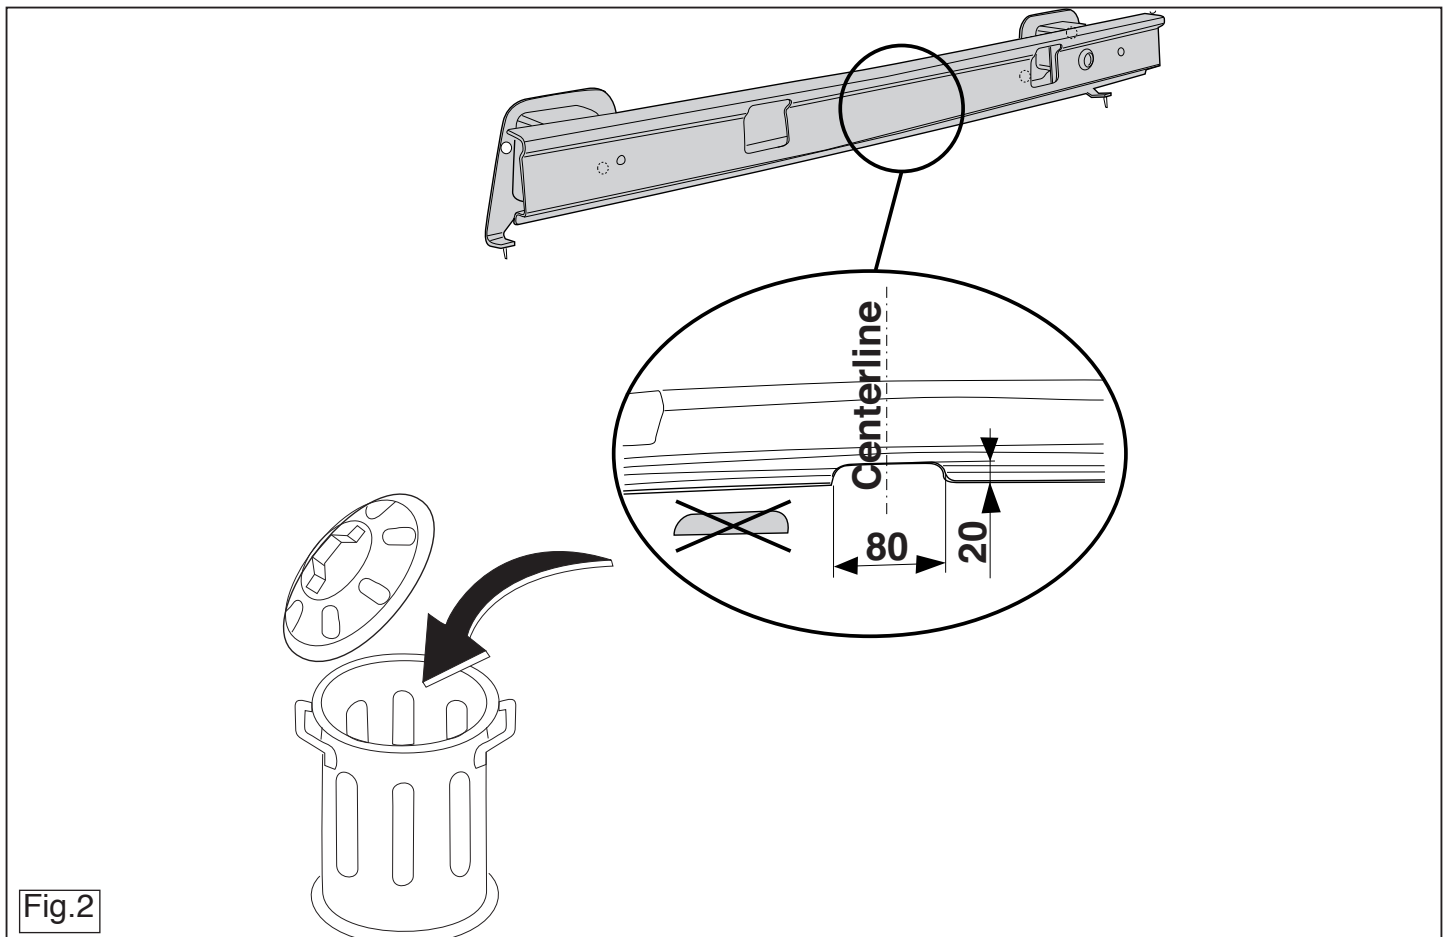

Fig.2
3. Saw out from the bumperinnerwork the section indicated in accordance with fig. 2.
3. Gemäß Fig. 2, die angegebenen Stücke aus der Stoßstangeninnenverkleidung herausaggen.
3. Scier les parties de la garniture du pare-chocs comme indiqué sur les fig. 2.
3. Вырезать указанные части из внутренней арматуры бампера, как указано на рис. 2.
3. Såga de markerade delarna ur stötfångaren innanmätet. Se fig. 2.